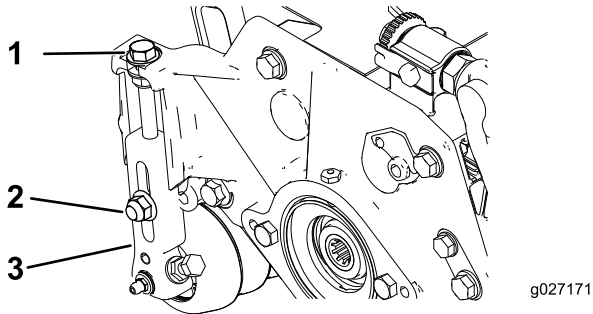

图15
1. 松开将剪草高度臂固定到滚刀组侧板上的锁紧螺母 (图15)。